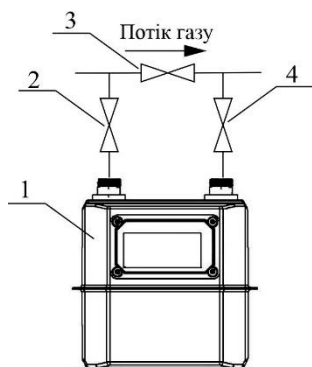
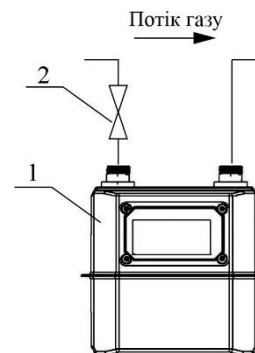

Рисунок 4. Приєднання лічильника з байпасом
Рисунок 5. Приєднання лічильника без байпаса
- з байпасом (перепускним каналом) – див. Рисунок 4;
- без байпаса – див. Рисунок 5.
1. Закрити вхідний (1) та вихідний вентиля (3) лічильника (Рисунок 4, Рисунок 5). Якщо вихідний вентиль відсутній, стравити газ із трубопроводу зі змонтованим на ньому лічильником в атмосферу, дотримуючись правил безпеки.
До початку пуску всі вентиля на трубопроводі (Рисунок 4, Рисунок 5) повинні бути закритими. При всіх варіантах і на всіх стадіях пуску робочий тиск та витрата газу, що проходить через лічильник, ні в якому випадку не повинні перевищувати значень максимального робочого тиску (P_{max}) та максимальної витрати (Q_{max}) вказаних на маркувальній табличці лічильника.
14.5.1. Пуск лічильника без байпаса (Рисунок 5)
14.5.2. Пуск лічильника з байпасом (Рисунок 4).